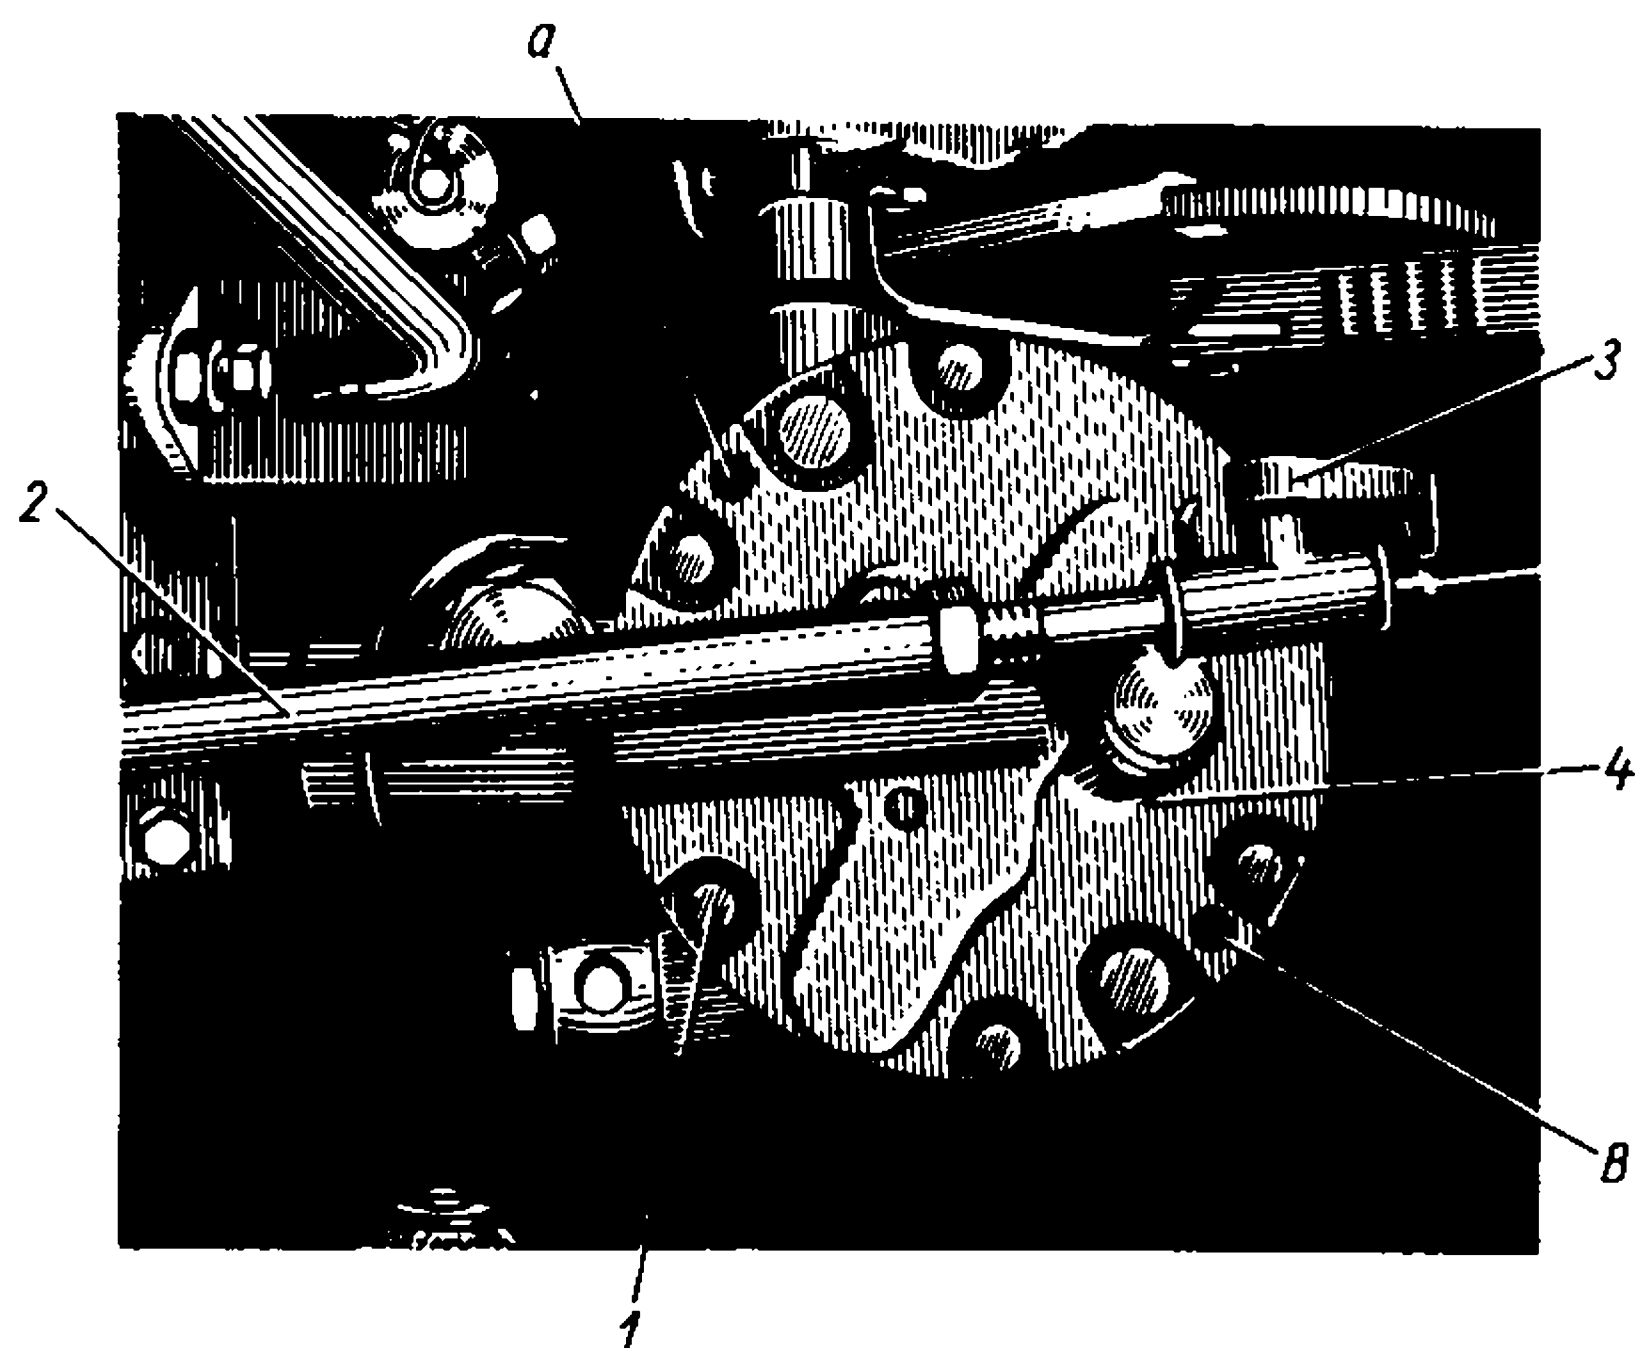

Рис. 91. Вывертывание пробки из наконечника тяги
- в) выверните пробку из наконечника тяги 2 (рис. 91) и выведите тягу из зацепления с рычагом 3 педали слива;